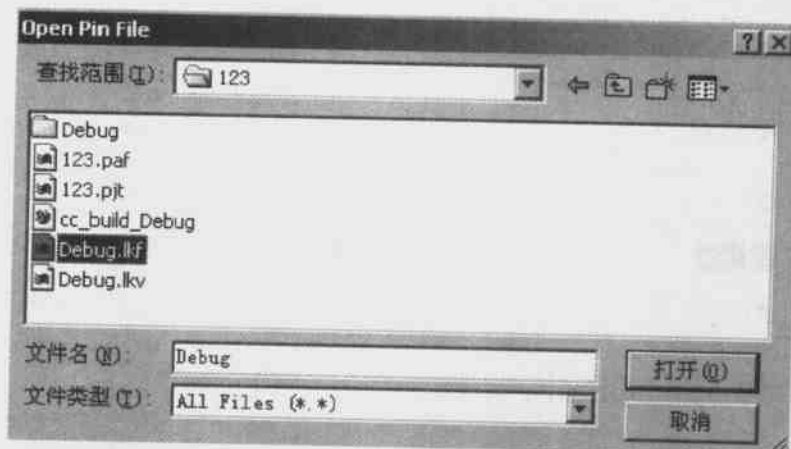

图 3.33 外部中断引脚数据文件对话框
- ③ 单击 Connect 按钮,将弹出如图 3.33 所示的外部中断引脚数据文件对话框,选择创建好的数据文件,将其连接到所需要的外部中断引脚。
- ④ 加载并运行程序。